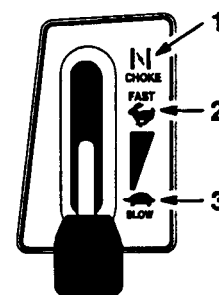

Fig 10
4. Spostate la leva del gas in posizione arricchitore ("CHOKE") (Fig. 10).
6. Quando il motore si avvia, spostate lentamente la leva del gas in posizione "FAST" (marcia) (Fig. 10). Se il motore si ferma o non si avvia correttamente, riportate la leva su arricchitore ("CHOKE") per alcuni secondi; portate quindi la leva del gas su "FAST". Se necessario, ripetete questa procedura.
1. Spostate la leva del gas in posizione "SLOW" (Fig. 10).